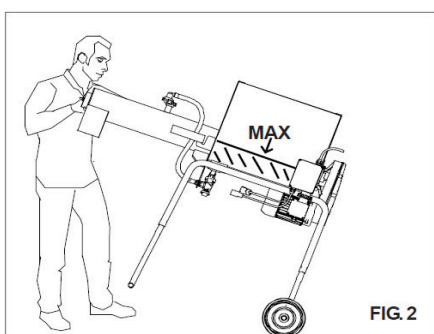

FIG. 2
8. TRASPORTE (figs. 2 y 3)
Sujete el mezclador por las asas (fig. 2), levántelo y empújelo en la dirección deseada.